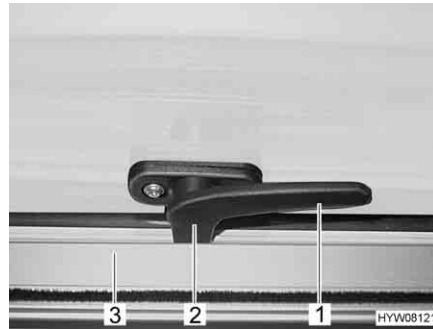

Bild 105 Verriegelungshebel in Stellung "geschlossen"
- Den Verriegelungshebel (Bild 105,1) eine viertel Umdrehung zur Fenstermitte hin drehen.
- Den Verriegelungshebel (Bild 105,1) eine viertel Umdrehung zum Fensterahmen hin drehen. Die Verriegelungsnase (Bild 105,2) liegt auf der Innenseite der Fensterverriegelung (Bild 105,3).